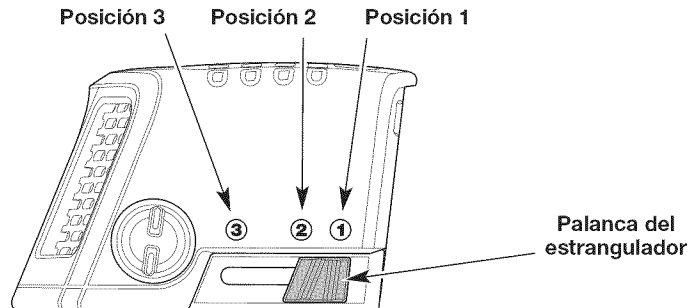

Fig. 10
4. Coloque la palanca del estrangulador en la **Posición 1** (Fig. 10).
7. Siga apretando el control del acelerador. Coloque la palanca del estrangulador en la **Posición 2** (Fig. 10).
10. Siga apretando el control del acelerador. Pase la palanca del estrangulador a la **Posición 3** (Fig. 10) y siga calentando el motor durante 60 segundos más. Se puede usar la unidad durante este período.
SI... el motor no funciona de manera uniforme, regrese la palanca del estrangulador a la **Posición 2** (Fig. 10) y siga calentándolo.
8. Siga apretando el control del acelerador. Coloque la palanca del estrangulador en la **Posición 2** (Fig. 10).
12. Siga apretando el control del acelerador. Pase la palanca del estrangulador a la **Posición 3** (Fig. 10) y siga calentando el motor durante 60 segundos más. Se puede usar la unidad durante este período.